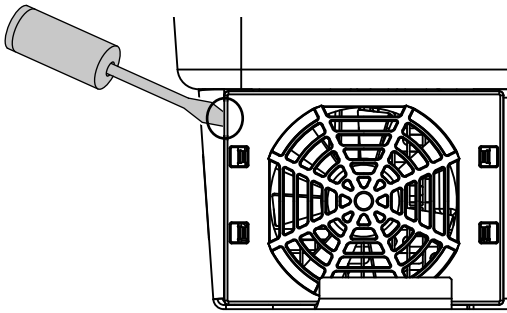

Abb. 72: Lüftergitter lösen
2. Lüfter ausbauen. Dazu am Rand des Lüftergitters einen Schraubendreher ansetzen und leichten Druck auf das Lüftergitter ausüben.  **Abb. 72**